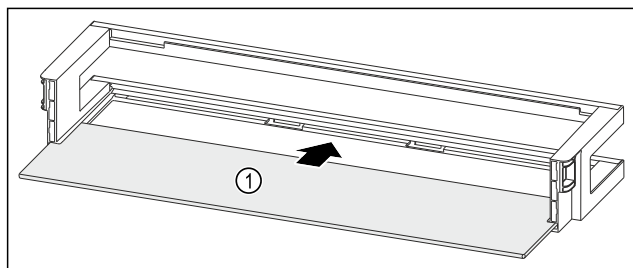

Fig. 277 Dörrfack med hylla
- Skjut in hyllan Fig. 277 (1) i ursparingarna på sidan.